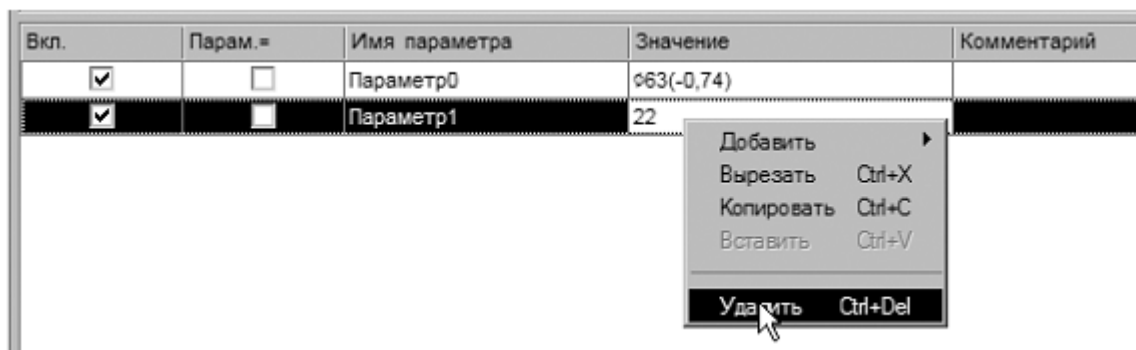

Рисунок 10.
21. Любые размеры, заданные как параметры перехода, удаляются следующим образом – установите курсор на параметре, который требуется удалить, выберите в контекстном меню Удалить (рис.10).